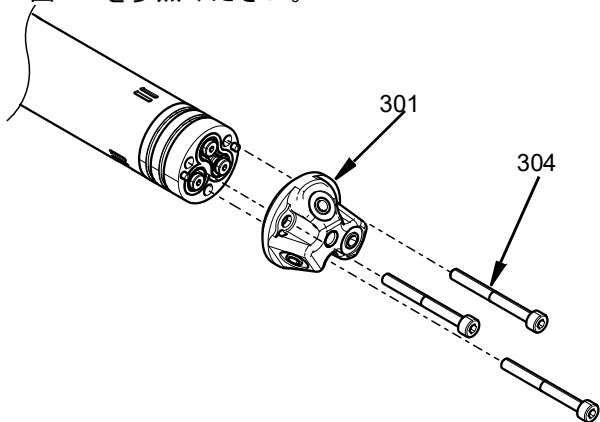

図 30
10. ノズルヘッド (301) を、セントラルボディを通してボルト締めしている M4 ネジ (304) を使ってアダプターに取り付けます。29.2 in-lbs (3.3 N·m) のトルクで締めます。以下を参照してください: 図 30 を参照ください。